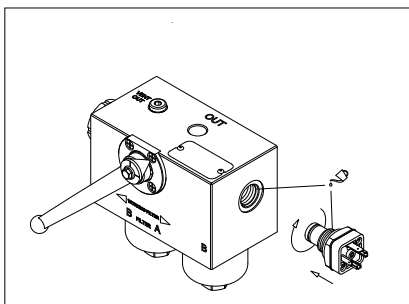

fig. 15
- (Fig. 15) Lubrificare con il fluido di lavoro il filetto e l'O-ring del corpo indicatore, quindi avvitare il corpo indicatore facendo riferimento alla tabella delle coppie di serraggio al paragrafo 3